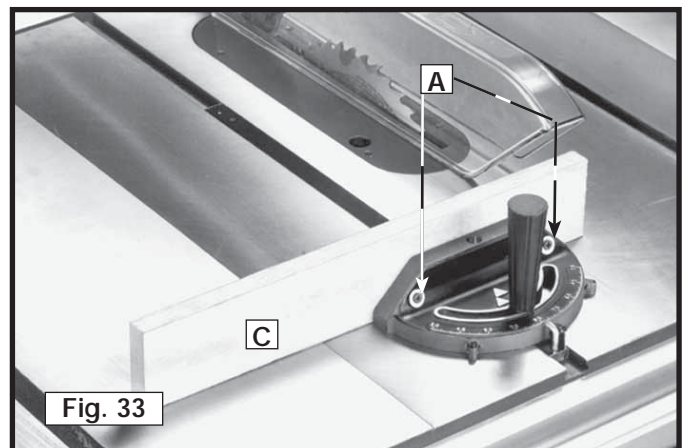

Fig. 33
Para brindar seguridad, adicionales, el calibre de ingletes (A) se puede equipar con un refrentado de madera auxiliar (B), de la manera que se muestra en la Fig. 33, que debe ser al menos 1 pulgada más alto que la profundidad de corte máxima y debe sobresalir 12 pulgadas o más a un lado o al otro, dependiendo de qué ranura para el calibre de ingletes se esté utilizando. Este refrentado de madera auxiliar (B) se puede sujetar a la parte delantera del calibre de ingletes utilizando dos tornillos para madera (C) a través de los agujeros provistos en el cuerpo del calibre de ingletes e introduciéndolos en el refrentado de madera.